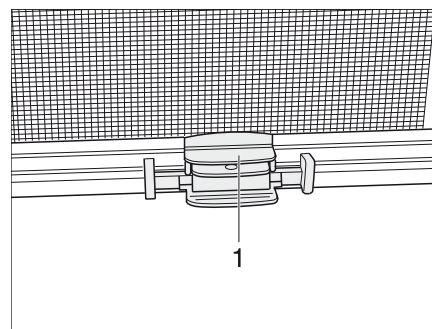

Bild 54 Rullgardin
- Ta tag i mitten på kantlisten (Bild 54,1) på insektsnätet och för den till mörkläggningsrullgardinens kantlist.
- Håll i kantlisten (Bild 54,1) på insektsnätet och aktivera låset.